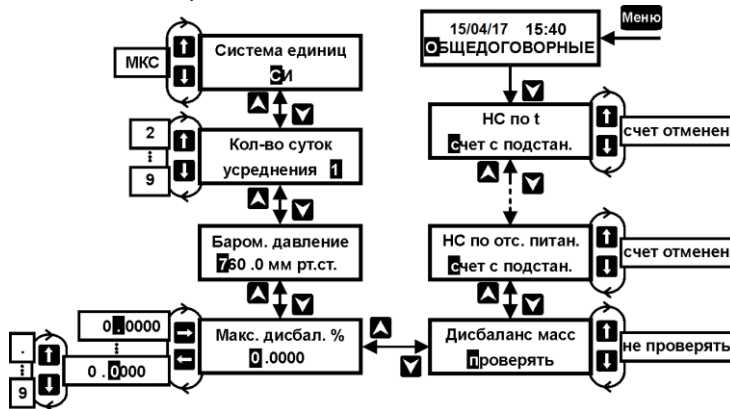

Рисунок 8 – Установка общедоговорных параметров
Установка общедоговорных параметров осуществляется при выборе пункта меню 1–ого уровня **ОБЩЕДОГОВОРНЫЕ** (см. рисунок 8).
- выбирается условие «**Дисбаланс масс – проверять**» (см. рис.8);